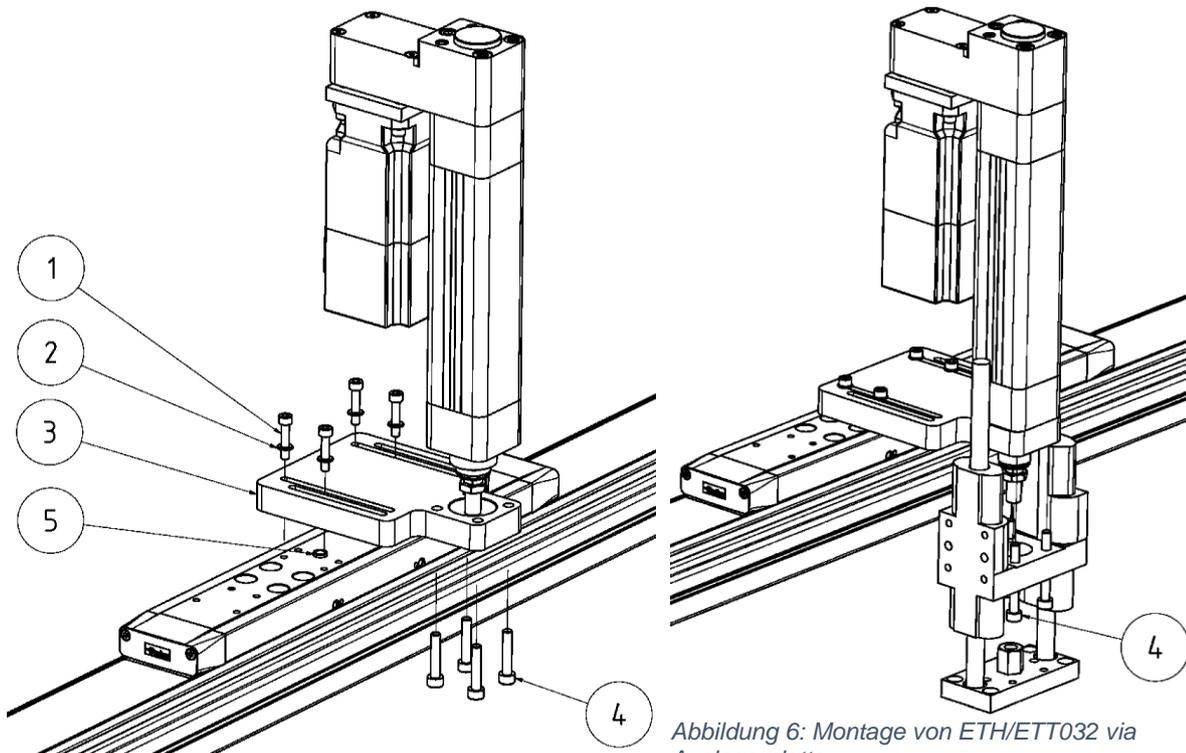

Abbildung 6: Montage von ETH/ETT032 via Auslegerplatte
- ◆ Entfernen Sie beide Zentrierhülsen aus dem Läufer der Linearachse (siehe Abbildung 6: Montage von ETH/ETT032 via Auslegerplatte: Pos. 5).
- ◆ Fixieren Sie die Auslegerplatte mit den mitgelieferten Schrauben (siehe Abbildung 6: Montage von ETH/ETT032 via Auslegerplatte: Pos. 1) auf dem Läufer. Schrauben nur leicht anlegen.
- ◆ Stellen Sie den gewünschten Überstand der Auslegerplatte zu der Linearachse ein und ziehen Sie die Schrauben (siehe Abbildung 6: Montage von ETH/ETT032 via Auslegerplatte: Pos. 1) kreuzweise mit dem erforderlichen Anzugsdrehmoment (siehe Tabelle 6: Anzugsmomente Auslegerplatte) fest.
- ◆ Befestigen Sie den ETH/ETT-Zylinder mit den mitgelieferten Schrauben (siehe Abbildung 6: Montage von ETH/ETT032 via Auslegerplatte: Pos. 4) und dem erforderlichen Anzugsdrehmoment (siehe Tabelle 6: Anzugsmomente Auslegerplatte) über Kreuz.
Anzugsmoment Auslegerplatte (siehe Abbildung 6: Montage von ETH/ETT032 via Auslegerplatte: Pos. 1)
Anzugsmoment ETH/ETT (siehe Abbildung 6: Montage von ETH/ETT032 via Auslegerplatte: Pos. 4)